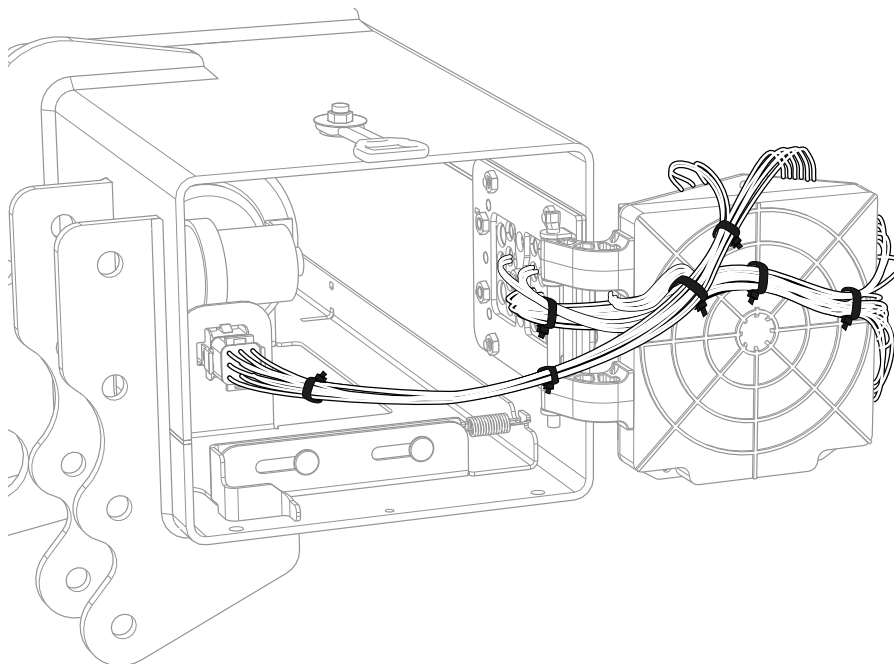

Bild 77. Montering av kablage med buntband
5. I förkommande fall, koppla in hyttströmbrytare (CS) och larm för öppen plattform. Se avsnitt 6.2.5 - 6.2.6.
6. Dra kablaget på reläkortets/styrkortets baksida och säkra med buntband. Se Bild 77.